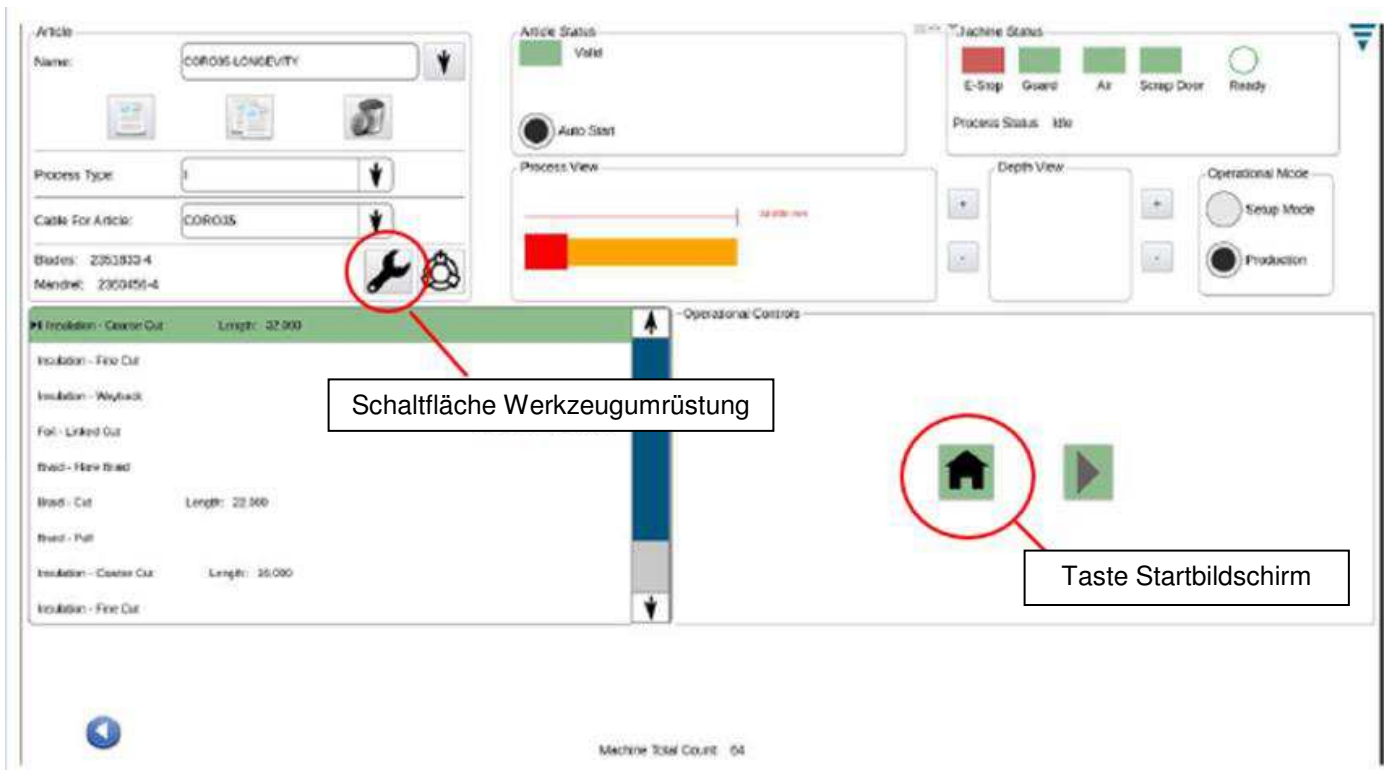

Abbildung 42
3. Tippen Sie auf die Taste Startbildschirm auf dem Produktionsbildschirm (siehe Abbildung 42).